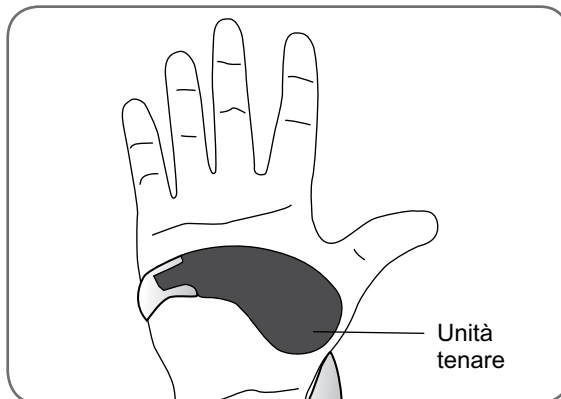

Figura 8-7 - Posizionamento dell'unità tenere
1. Posizionare l'ortosi su una superficie stabile e inserire la mano nell'estremità a spirale. L'unità tenere (con l'elettrodo in tessuto del tenere attaccato) deve trovarsi alla base del pollice (Figura 8-7).